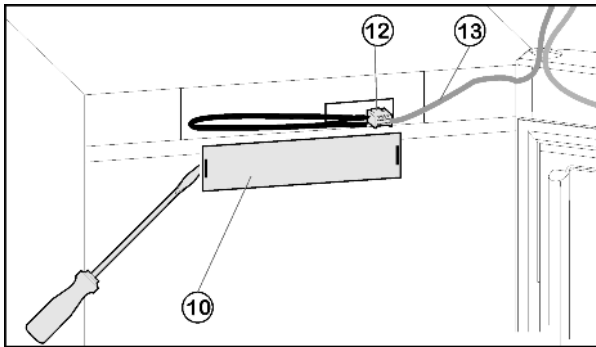

Fig. 4
- ▶ Enlever le panneau de face Fig. 4 (10) avec un tournevis.
- ▶ Enlever le contact et détacher raccord enfichable Fig. 4 (12).
- ▶ Brancher à nouveau la fiche *Fig. 4 (12)* de raccordement.
- ▶ Remettre en place le cache *Fig. 4 (10)*.